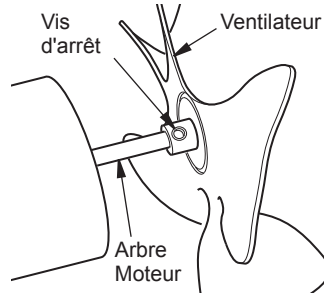

Figure 6 - Emplacement du ventilateur, de l'arbre moteur et des vis d'arrêt
**IMPORTANT :** Retirez le ventilateur de l'arbre moteur du moteur avant de retirer l'appareil de chauffage. Le poids du moteur repose sur le ventilateur pourrait endommager le terrain du ventilateur (voir figure 6).
3. Utilisez 1/8" clé Allen pour desserrer vis de fixation qui retient le ventilateur à l'arbre du moteur (voir figure 6).